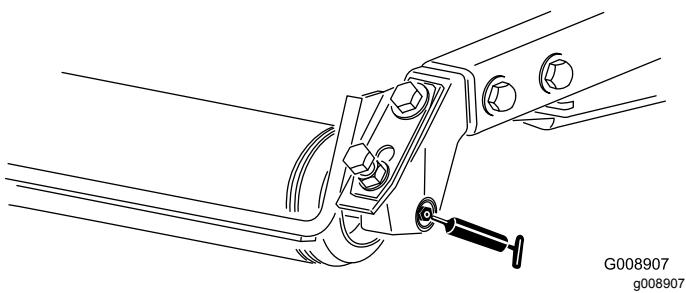

Figura 54
- Cuscinetti a rulli posteriori (2 per apparato di taglio) (Figura 54)